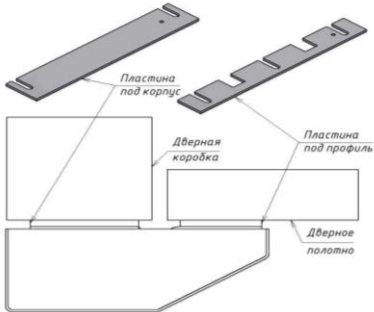

Рисунок 2 – Установка выравнивающих пластин под корпус и якорь
- пластина под профиль (рисунок 2) -1 шт.
- пластина под корпус (рисунок 2) -1 шт.
- саморез 5,5x32 (1) -5 шт.
- винт М6x16 (2) -1 шт.
- винт М3x4 (3) -4 шт.
- гайка М4 (4) -4 шт.
- шайба 4 65Г (5) -4 шт.
- шайба 4 (6) -4 шт.
- шайба 6 (7) -3 шт.
5.4 Закрепить корпус замка на коробке двери саморезами (1). Закрепить Z-профиль на створке двери саморезами (1). Закрепить на Z-профиле якорь с пружиной винтом (2). Для совмещения рабочих поверхностей корпуса и якоря могут быть использованы выравнивающие пластины (рисунок 2). После регулировки правильного положения замка затянуть крепежные саморезы.